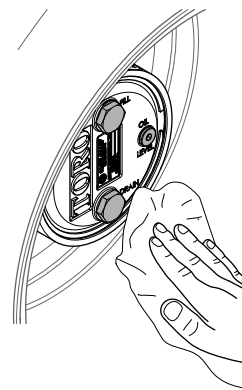

Figura 68
3. Pulite l'alloggiamento degli ingranaggi planetari e la scatola del freno (Figura 68).